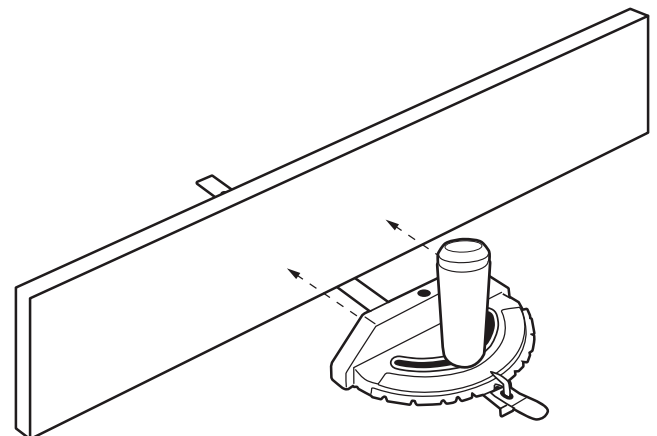

FIGURA 29
Este refrentado de madera auxiliar puede sujetarse a la parte frontal de la galga de inglete usando (2) tornillos de cabeza plana M6 o 1/4-20 o tuercas, colocando las tuercas en las ranuras proporcionadas en la parte frontal del cuerpo de la galga de inglete (FIGURA 29).